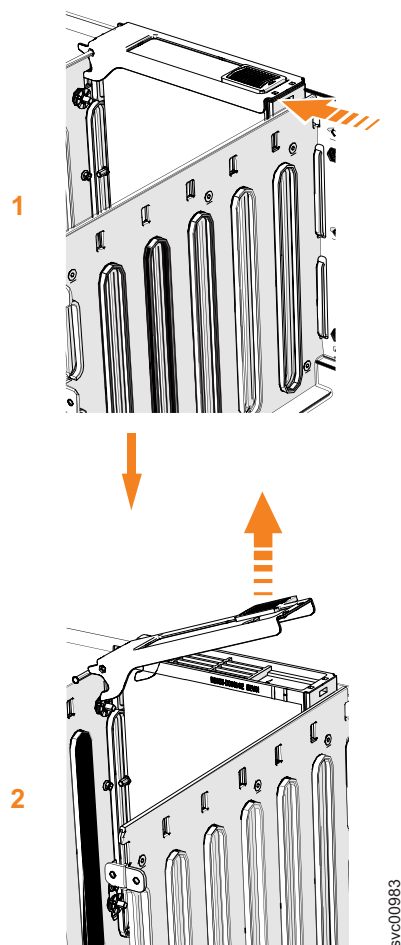

Рисунок 112. Удаление блока накопителя
5. Сдвиньте защелку вперед (**1**), как это показано на рис. 112 на стр. 122.
6. Поднимите ручку ( **2** ), чтобы освободить контейнер накопителя (см. рис. 112). Убедитесь, что нижняя кромка защелки полностью освобождена.